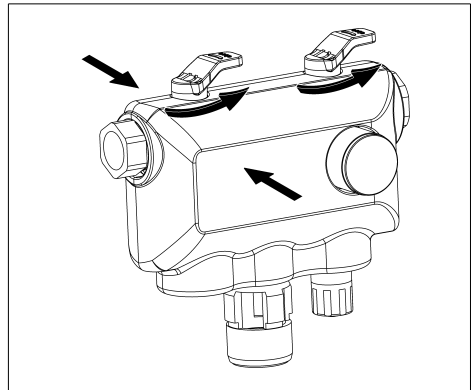

Fig. 22 : Monter les coques et ouvrir les robinets d'arrêt.
- Replacer les coques (cf. fig. 22).